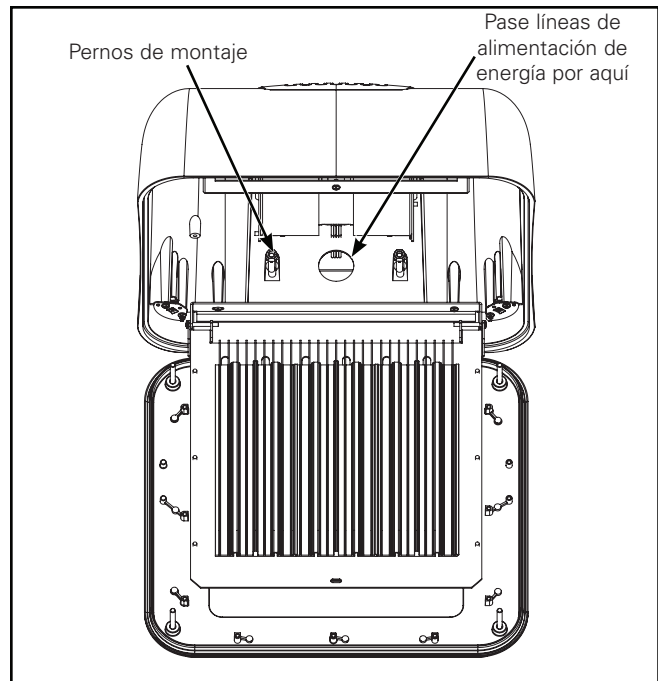

Figura 10.
7. Enrosque los cables de alimentación entrantes a través del agujero central grande en la parte trasera de la luminaria mientras que alinea los pernos (o los pernos roscados) con las ranuras del ojo de la cerradura en la parte posterior. (Figura 10).